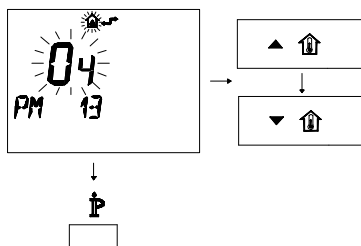

Figura 5.44
- Per modificare il SET programmato agire sui pulsanti o e aspettare che il numero programmato cominci a lampeggiare (Figura 5.44).